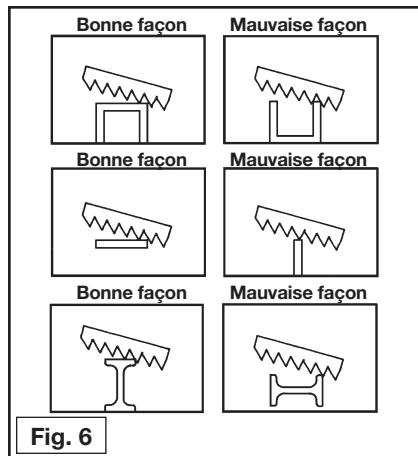

Fig. 6
- La figure 6 vous montre les positions de coupe appropriées pour différentes formes de pièces.